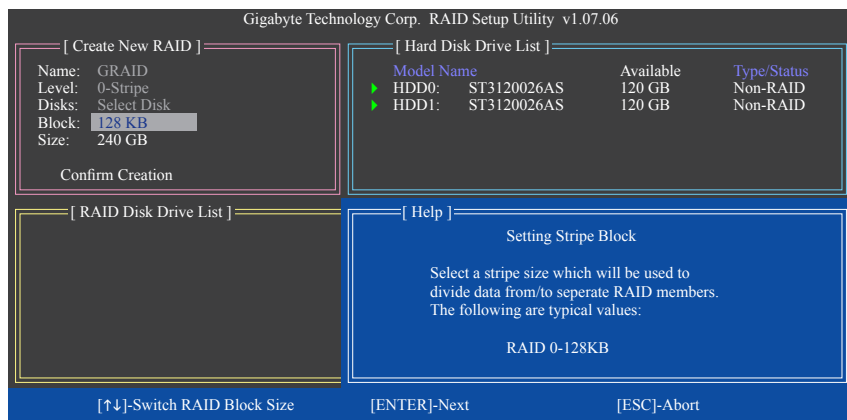

図 6
4. **Set Block Size (RAID 0 only):** **Block** 項目の下で、上または下矢印キーを使用してストライプブロックサイズを 4 KB~128 KB の範囲で選択します (図 6)。**<Enter>** を押します。